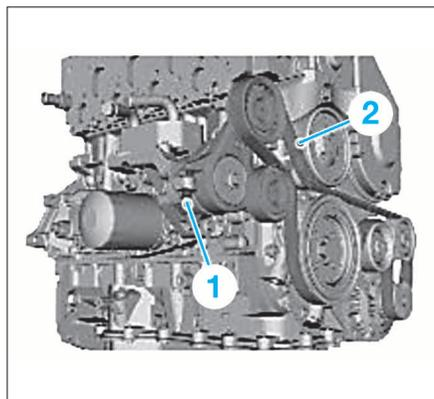

FIG. 18
- Poser une vis M8 x 25 mm (1) (référence pièce Ford "4413741") sur le tendeur (Fig.18).
- Visser la vis dans le tendeur afin de détendre la courroie (2).